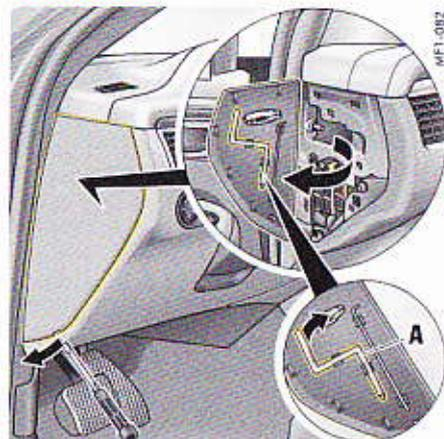

Fig. 268 : Retrait de la clé Allen
1. Retirez la clé Allen A du compartiment latéral du tableau de bord côté conducteur (Fig. 268).